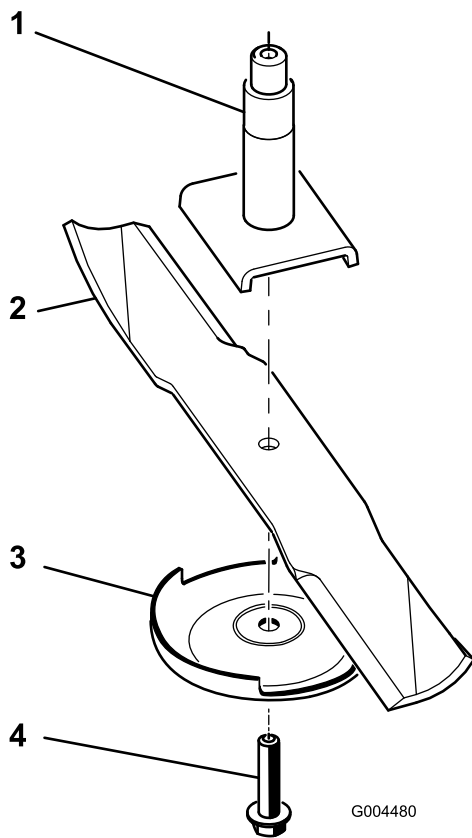

Bild 77
Hinweis: Wenn das Schnittmesser in seiner horizontalen Position bleibt, ist es ausgewuchtet und kann wiederverwendet werden. Feilen Sie, wenn das Schnittmesser nicht ausgewuchtet ist, vom Flügelbereich des Messers etwas Metall ab (Bild 77). Wiederholen Sie diesen Vorgang, bis das Messer ausgewuchtet ist.
1. Setzen Sie das Messer auf die Spindelwelle (Bild 77).
2. Montieren Sie die Antiskalpierplatte und die Messerschraube (Bild 77).